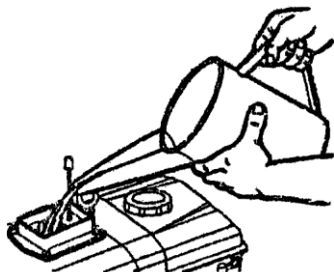

рис.2
- При помощи воронки наполните бачок охлаждающей жидкостью до уровня всплытия поплавка (рис. 2). При этом необходимо закрыть сливной вентиль. В качестве охлаждающей жидкости рекомендуется использовать специальную охлаждающую жидкость (антифриз)